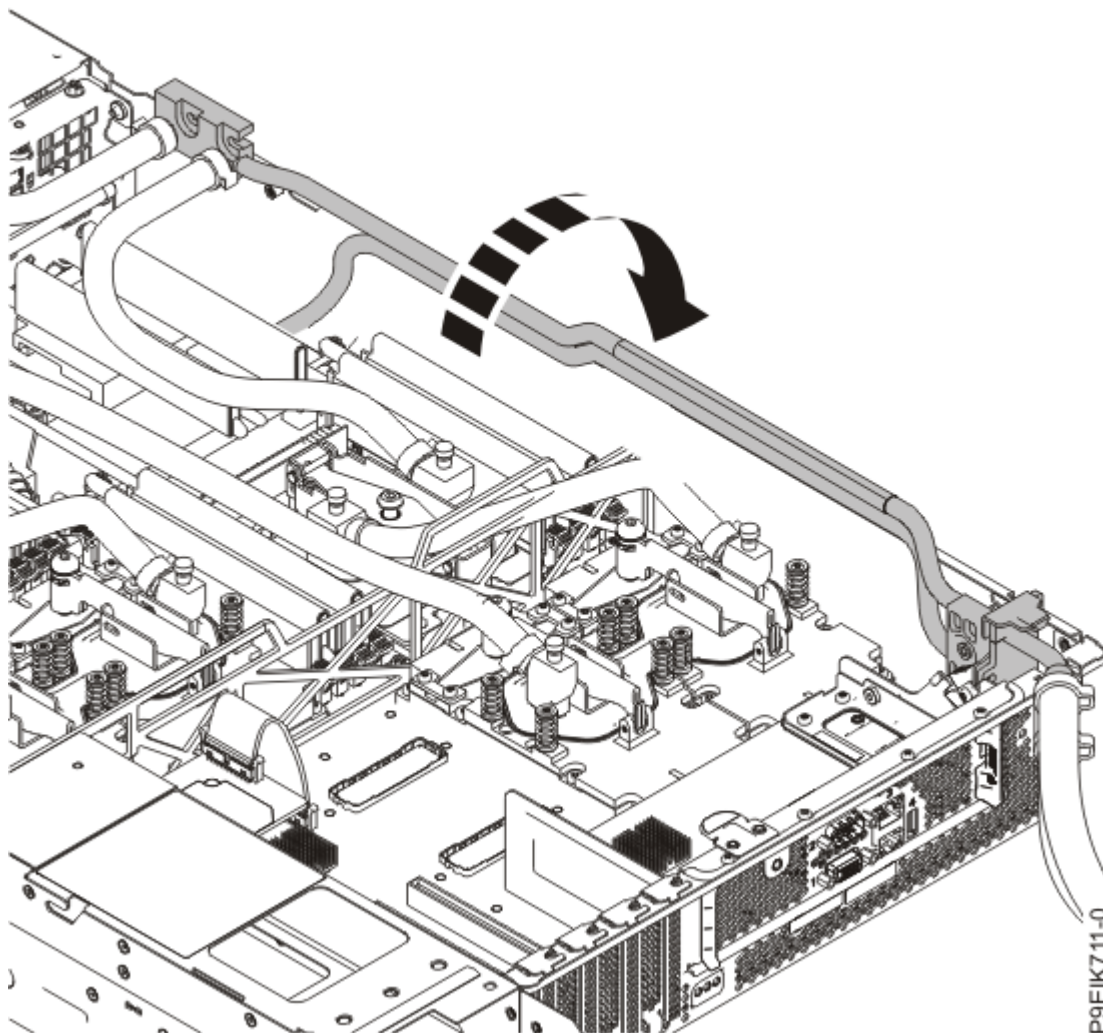

Figura 12. Cómo levantar los conductos laterales
9. Levante los conductos ligeramente haciéndolos salir del chasis. Deje descansar los conductos de lado, tal como se muestra en la Figura 12 en la página 16.